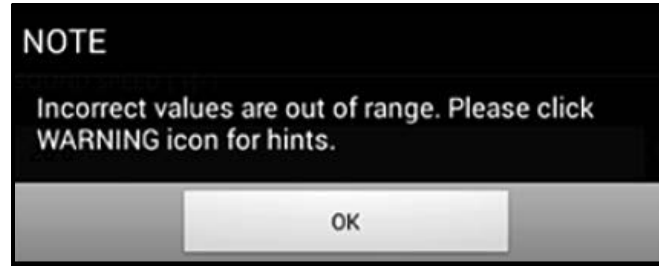

Figura 118: Mensaje de límites rebasados
8. Hay un rango aceptable para cada uno de los parámetros ingresados en este menú. Si ingresa un valor que exceda estos límites se mostrará un mensaje similar a Figura 118 más abajo.